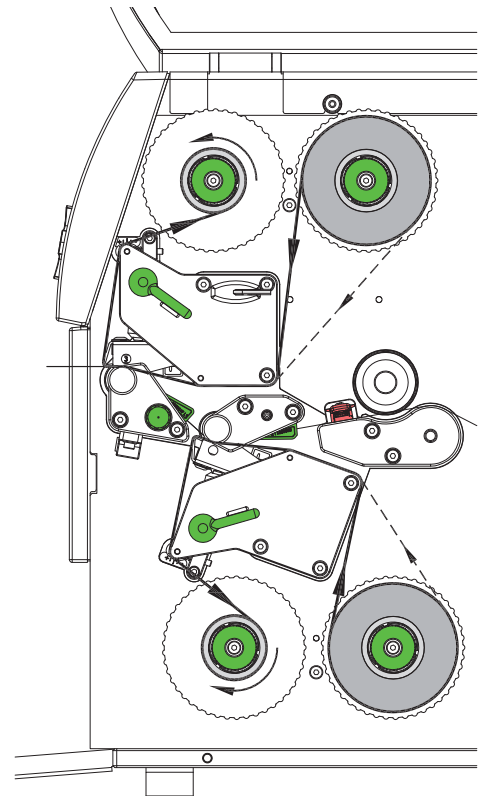

Bild 13 Transferfolienlauf
6. Geeigneten Kern (4) auf den Transferfolienaufwickler (5) schieben und in analoger Weise wie die Folienrolle positionieren und fixieren.
7. Transferfolie wie in Bild 13 durch die Druckmechanik führen. Die durchgehende Linie gilt für Folien mit innen-gewickelter, die gestrichelte Linie für Folien mit außengewickelter Beschichtungsseite.
8. Transferfolienanfang mit einem Klebestreifen mittig am Transferfolienkern (4) fixieren. Bei der Verwendung von Kernen, die breiter als die Transferfolie sind, Skala (7) am Kopfwinkel zur Ausrichtung der Folie benutzen. Rotationsrichtung des Transferfolienaufwicklers entgegen dem Uhrzeigersinn beachten.
9. Transferfolienaufwickler (5) entgegen dem Uhrzeigersinn drehen, um den Transferfolienlauf zu glätten.
10. Hebel (6) in Uhrzeigerrichtung drehen, um den Druckkopf zu verriegeln.
11. Klappe (9) öffnen und Transferfolie in analoger Weise in untere Druckeinheit (8) einlegen. Die Richtungsangaben gelten hier mit Ausnahme der Drehrichtung der Drehknöpfe entgegengesetzt zur oberen Druckeinheit.